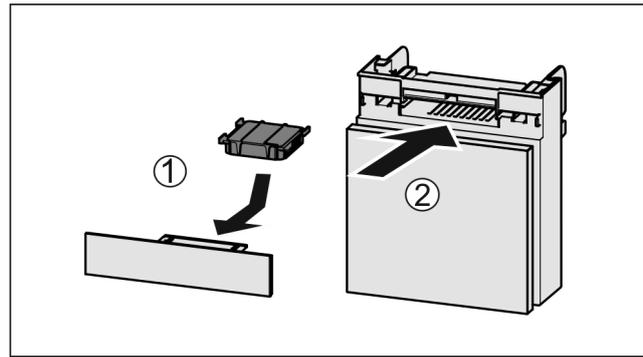

Fig. 73
- ▶ Introduzca el compartimiento Fig. 73 (2).